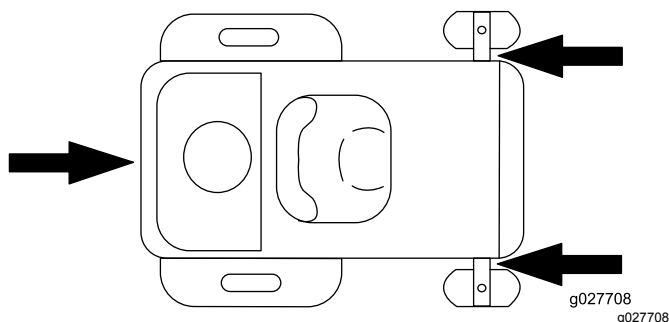

Figure 37
5. Arrimez la machine près des roues pivotantes avant et du pare-chocs arrière (Figure 37).